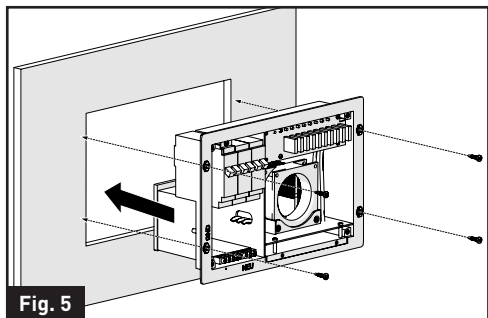
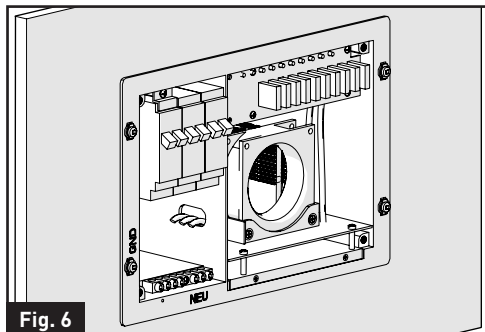

Fig. 5
Fig. 6
7. Faites glisser le centre d'alimentation dans la zone d'ouverture et fixez-le avec 4 vis autotaraudeuses (filetage no 8-18) (non fournies). (Fig. 5 et Fig. 6)